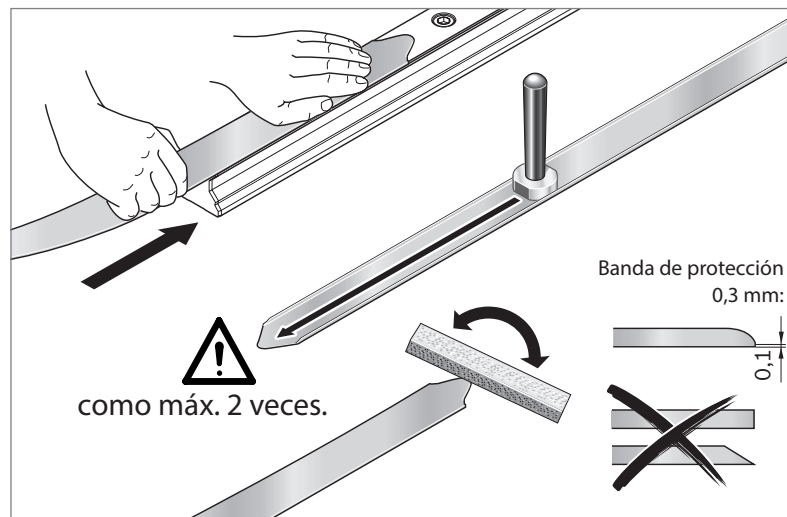

Fig. 49: Comprobación de la zona de deslizamiento:
- ▶ Antes de la colocación, asegurarse de que la lengüeta de la banda está ligeramente doblada hacia abajo, para que se puede deslizar ligeramente debajo de los patines de guía. ➡ Fig. 49